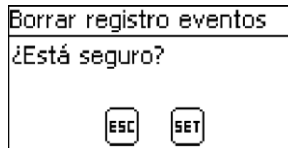

Fig. 16: Diálogo Borrar datos de sucesos
1. ➡ Pulsar SET. Aparece Fig. 16.